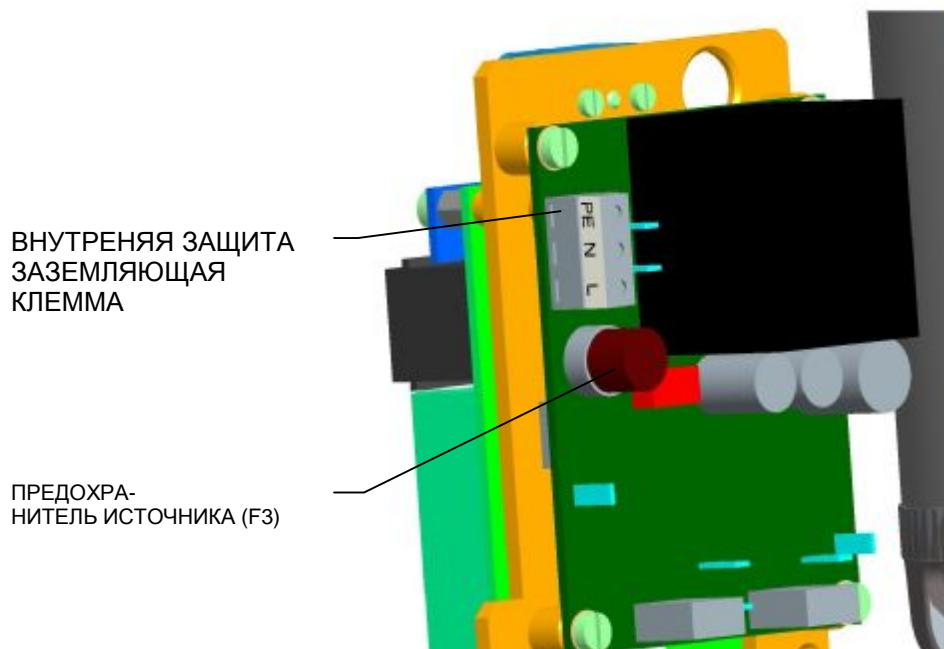

Рис.2
- ради безопасного использования ЭП надо присоединить внешнюю и внутреннюю защитную клемму. Установка внешней и внутренней защитной клеммы (по исполнении (**Рис.2,2а, 2b, 2с, 2d**). Для запрессовки провода в внешнюю защитную клемму, надо использовать щипцы для изолированных ушка HP3 (fy CEMBRE).
Доска источника ЭП оснащена предохранителем (F3) питающего источника. Установка предохранителя на доске источника указана на **Рис. 2**. ЭП оснащены модулем бесконтактного включения (SSR) в придачу защитные предохранителями (F4-1 а F4-2) на державке
Рис.2а
Рис.2б
Рис.2с
Рис.2д